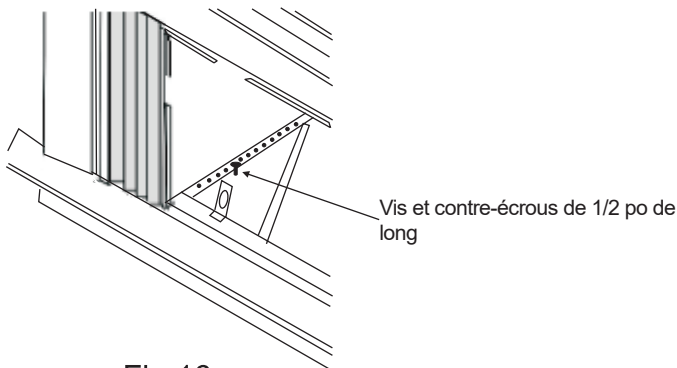

Fig.16
3. Installez les supports de support (avec les cornières de seuil fixées) pour corriger le trou au bas de l'armoire, tel qu'illustré à la Fig. 16.